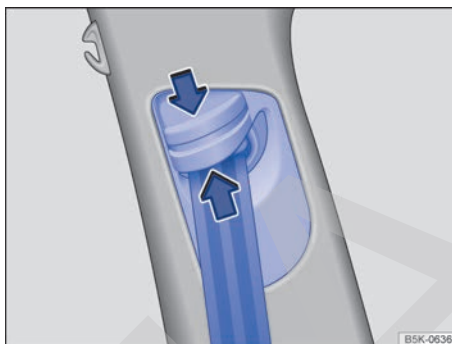

Fig. 86 Junto a los asientos delanteros: regulador de la altura del cinturón.
- Comprima el dispositivo de reenvío en el sentido de las flechas y manténgalo en esta posición → fig. 86.